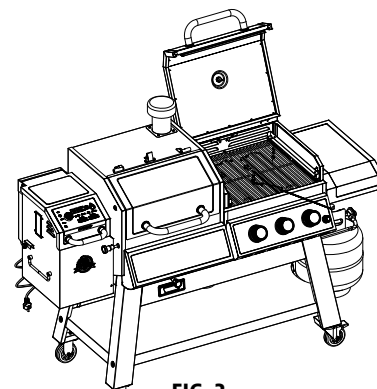

FIG. 3
8. Si l'allumeur n'allume pas le brûleur, utilisez une allumette allumée et sécurisée avec une tige d'allumage (fournie avec le gril) pour allumer les brûleurs. Accédez aux brûleurs par la grille de cuisson et les plaques chauffantes. Positionnez l'allumette allumée à côté du brûleur (Fig. 3).